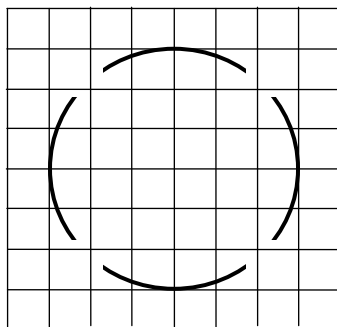

Рис. 11.
25. Определить частоту f исследуемого сигнала генератора, напряжением которого осуществляется круговая развертка. Напряжение генератора с образцовой частотой $f_0 = 1000$ Гц подано на модулятор яркости ЭЛТ. Осциллограмма, полученная на экране ЭЛТ, представлена на рис. 11.